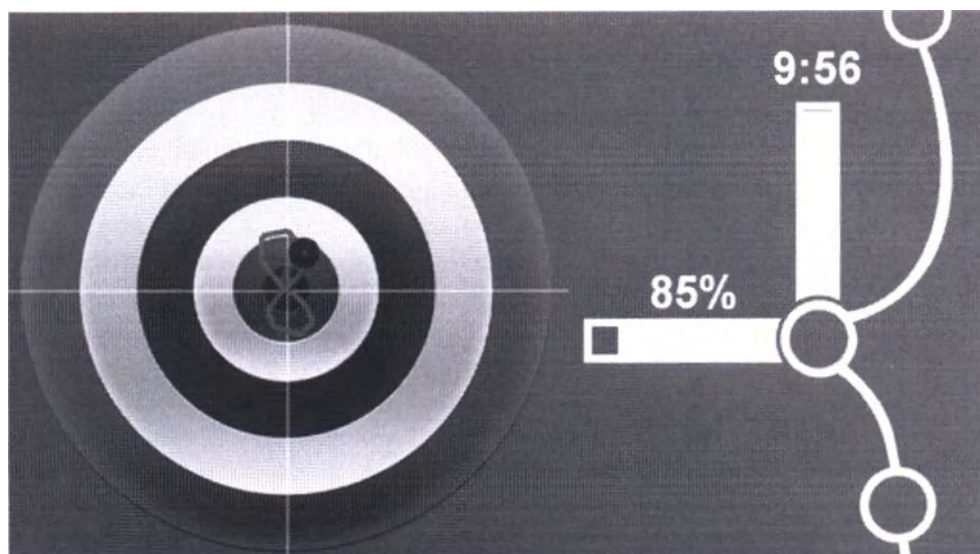

Рис. 10.2. Экран монитора БОС с игрой-тренажером
11.4 После появления на мониторе БОС игры-тренажера (Рис. 10.2) пациент может вставать на баланс-платформу, при необходимости держась за поручни.